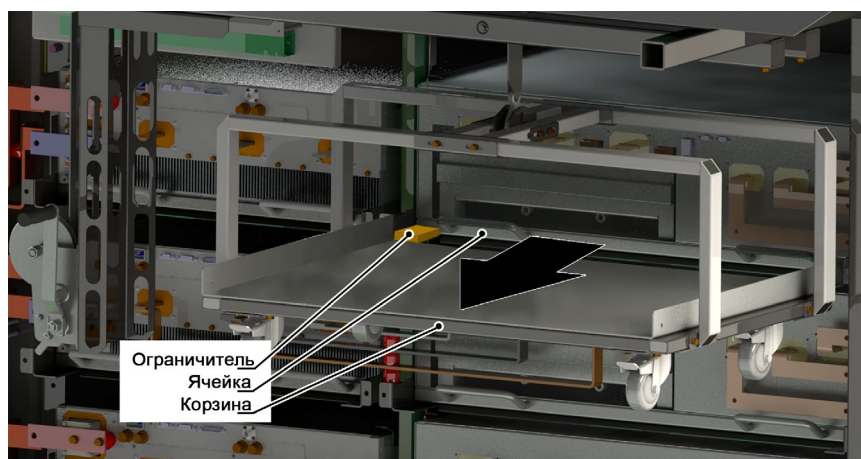

Рисунок 12.2 — Места фиксации силовой ячейки в направляющих отсека ячеек
7. Демонтировать упор ячейки, см. рис. 12.2.